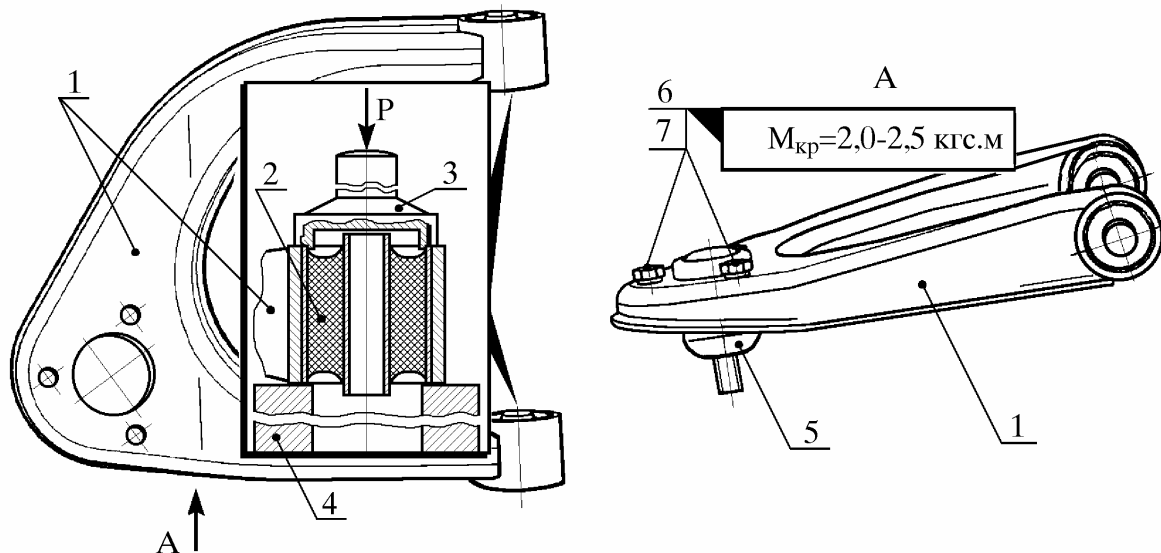

Рис. 13. Запрессовка сайлентблоков и установка верхнего шарнира левого (правого) в отверстия верхнего рычага:
7.2.1. Установить верхний рычаг 1 (рис. 13) на приспособление 4 на столе прессы, как показано на рисунке